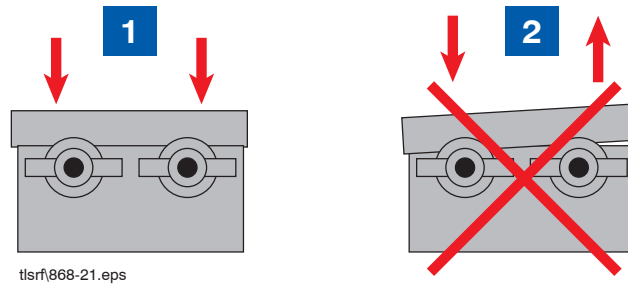

Abbildung 21. Richtiges Aufsetzen des Deckels
13. Den O-Ring des Deckels mit Vaseline bestreichen und den Deckel fest auf das Gehäuse schrauben (siehe Abbildung 21).
## LEGENDE FÜR NUMMERIERTE KÄSTCHEN IN ABBILDUNG 21
8. Den O-Ring des Deckels mit Vaseline bestreichen und den Deckel fest auf das Gehäuse schrauben (siehe Abbildung 21).
6. Den O-Ring des Deckels mit Vaseline bestreichen und den Deckel fest auf das Gehäuse schrauben (siehe Abbildung 21).